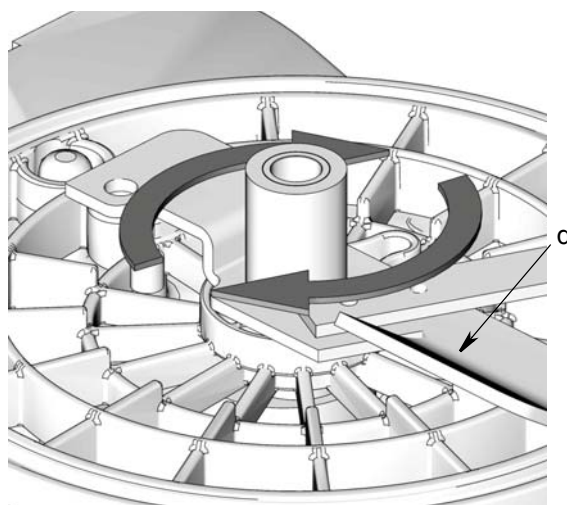

FIG. 5
6. **Per tutte le installazioni,** ruotare la pala (d) in **senso orario** per allentarla e rimuoverla dalla base del G3 (FIG. 5).